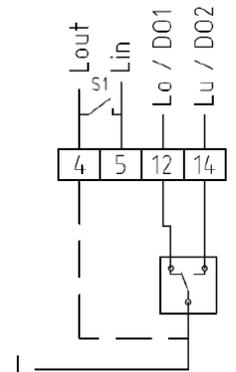

Abb. 5: Anschlussbild 3-Punkt-Signal
- N↔S Schalter (Abb. 4, oben) auf "S" stellen und die weitere Verdrahtung wie in Abb. 5 vornehmen (Spannungsversorgung muss angeschlossen bleiben).
**WICHTIG:** Entfernen Sie vor einer erneuten Initialisierung die Anschlüsse an den Klemmen 12 und 14 und stellen Sie den N↔S-Schalter auf Normalbetrieb (N).